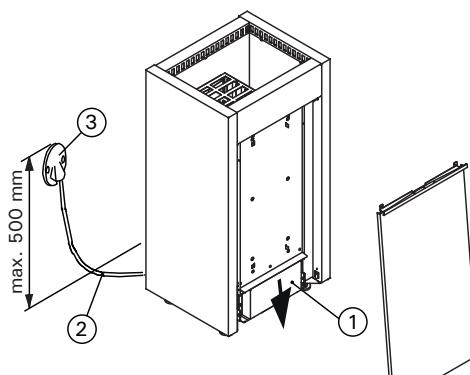

Рисунок 7. Установка каменки
- Каменка гибким проводом подсоединяется к единительной коробке (рис. 7:3) на стене сауны.
- В качестве кабеля (рис. 7:2) следует использовать резиновый кабель типа H07RN-F или подобный. **ВНИМАНИЕ!** Использование кабеля с ПВХ-изоляцией запрещено вследствие его разрушения под воздействием тепла.
См. рис. 7.